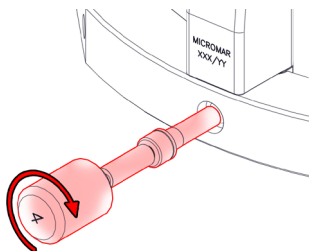

Figura 13
2. Insira as Barras de Extensão, cada uma em sua posição, na parte interna do Aro (Figura 13);